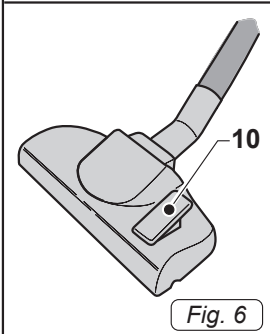

Fig. 6
- Per pulire pavimenti duri, parquet, ecc.. premere indietro la leva (10 Fig.6) per estrarre le setole dalla spazzola.
- Per aspirare su tappeti, moquettes, ecc.. premere in avanti la leva (10 Fig.6) per far rientrare le setole della spazzola.